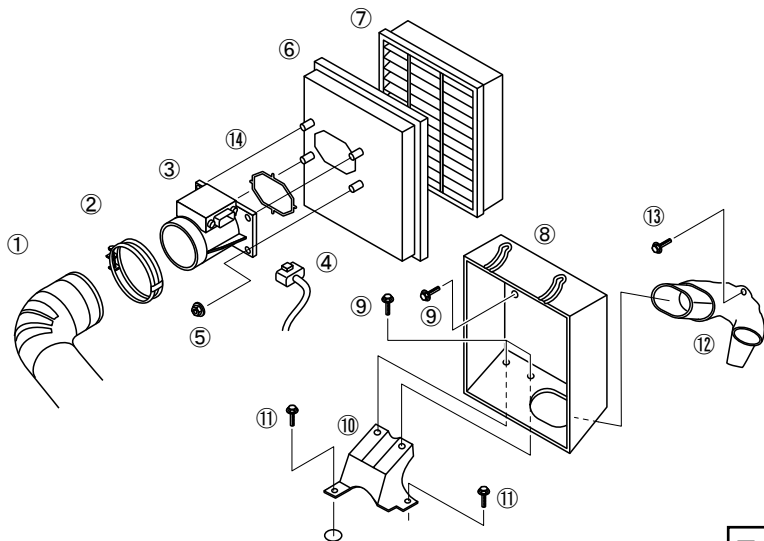

図 2
- (1) バッテリーのマイナス端子（-）からケーブルターミナルを取外してください。
- (2) エアフロメータのコネクタを取外してください。（図2）
- (3) エアクリーナボディのクリップを外し、エアクリーナエレメントを取外してください。（図2）
- (4) エアクリーナカバーとエアフロメータを一体で取外してください。（図2）
- (5) エアクリーナボディを取外してください。（図2）
- (6) エアクリーナブラケットとエアダクトを取外してください。（図2）
- (7) エアクリーナカバーからエアフロメータを取外してください。（図2）
- ① サクションホース
- ② ホースバンド
- ③ エアフロメータ
- ④ エアフロメータコネクタ
- ⑤ M6 ナット (4コ)
- ⑥ エアクリーナカバー
- ⑦ エアクリーナエレメント
- ⑧ エアクリーナボディ
- ⑨ M6 ボルト
- ⑩ エアクリーナブラケット